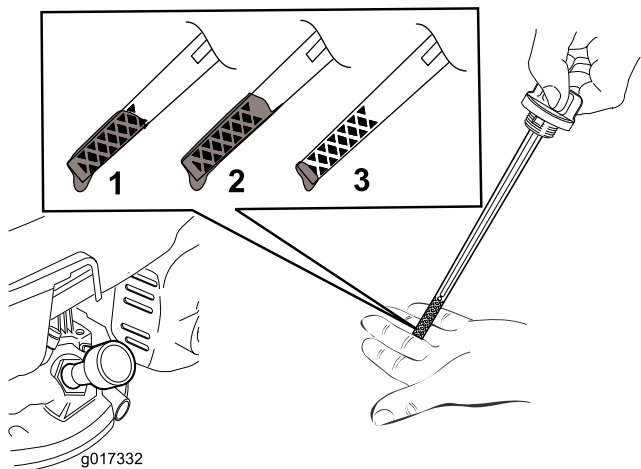
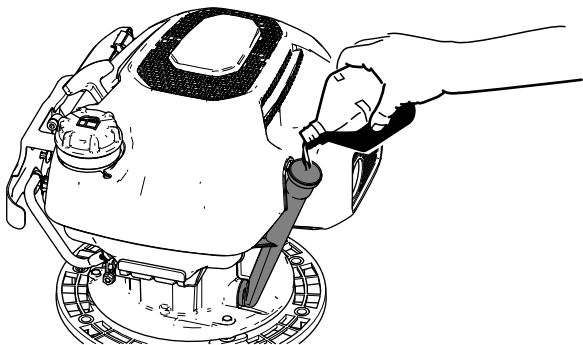

图 34
图 35
5. 如果油位接近或低于量油尺上的下限标记 图 34 应将指定机油慢慢注入加油颈 图 35 等待 3 分钟。
5. 在机器的加油颈一侧和地面上对齐刀盘旁的排油盘 图 35。
1. 将指定机油慢慢注入加油颈 图 35 等待 3 分钟。